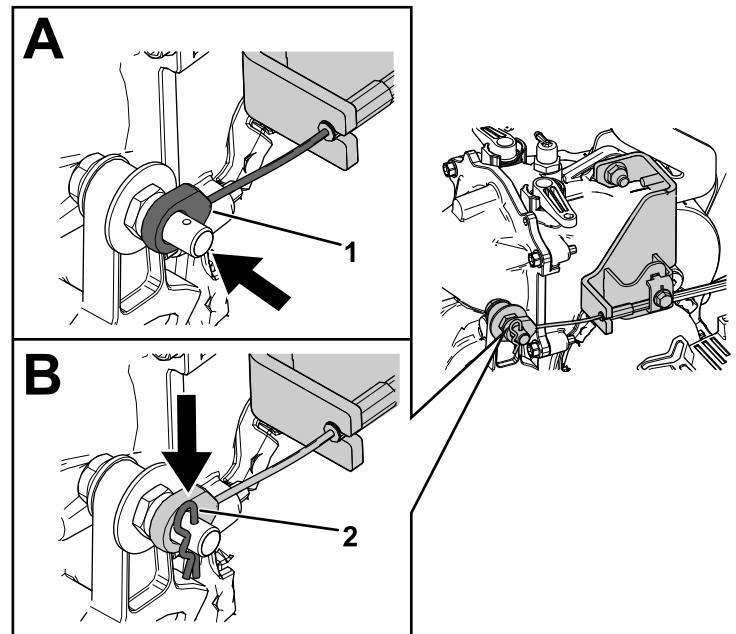

Bild 14
4. Befestigen Sie den Bowdenzug des Hydrostatikantriebs an der Schraube der Hydrostatikantriebseinheit und sichern Sie diesen mit dem Splint (Bild 14).